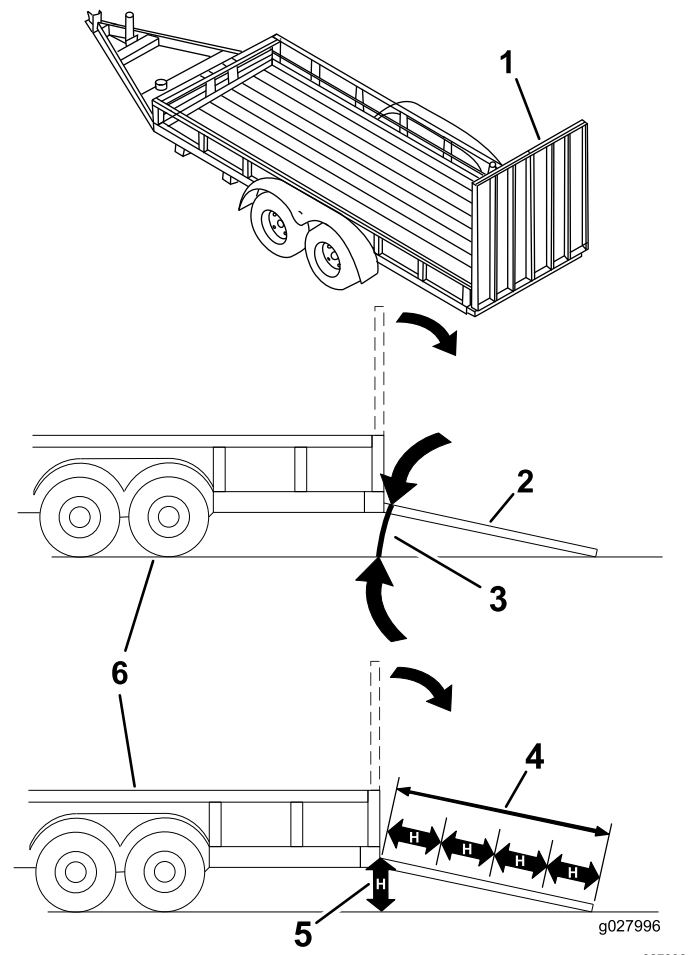

Figura 38
Încărcarea unei mainii pe o remorcă sau un camion crește riscul de răsturnare i poate cauza răni grave sau moartea (**Figura 38**).
3. Coborâi rampa, asigurându-vă că unghiul dintre rampă i sol nu depăește 15 grade (Figura 38).
1. Coborâi rampa, asigurându-vă că unghiul dintre rampă i sol nu depăește 15 grade (Figura 38).